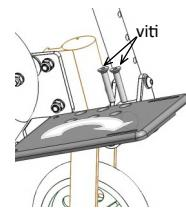

fig. 7.4: Regolazione intra-extra rotazione
- Regolazione intra-extra rotazione del poggiapiedi (fig. 7.4):